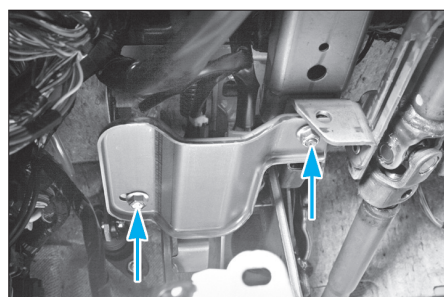

FIG. 8
- Déposer la plaque de renfort à gauche de la colonne de direction (1 vis et 1 écrou à tête 6 pans de 12 mm). (Fig.8)